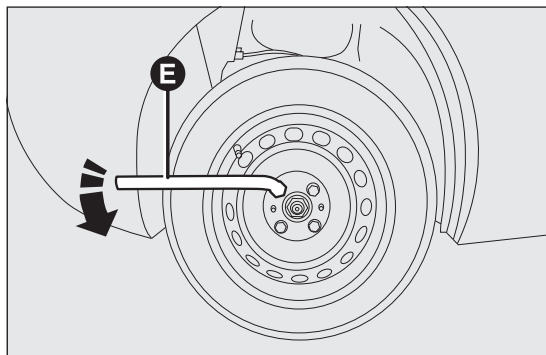

РИС. 98
- ослабить на один оборот крепежные болты колеса с помощью ключа из комплекта инструментов E РИС. 98;